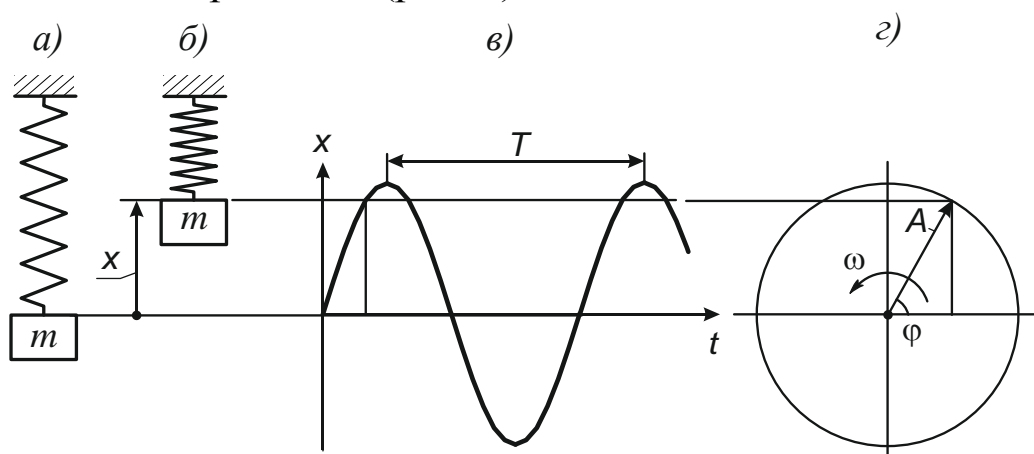

Рис. 1
Записать колебания – это значит построить каким-нибудь механическим способом график координаты x колеблющейся массы m в зависимости от времени t (рис. 1).
Как математическая кривая синусоида изображает закон изменения проекции на ось x вектора A (см. рис. 1, z), вращающегося с постоянной угловой скоростью ω :
13. Возвращая вручную планшет в исходное положение, прочертить маркером нулевую линию – ось времени t (см. рис. 1, в).
19. Измерить и нанести на записи амплитуды A и графические значения периодов колебаний $\langle T \rangle$ мм (см. рис. 1, в). Амплитуды должны совпасть с отклонениями от положения равновесия, периоды должны получиться одинаковыми, не зависящими от амплитуд.